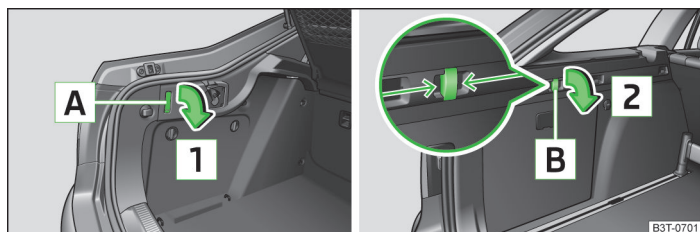

Fig. 83 Gancho plegable: Superb / Superb Combi
- Superb: presionar la parte inferior del gancho y plegarlo hacia abajo en dirección de la flecha » fig. 83.
- Superb Combi: agarrar el gancho en el sentido de la flecha y en dicho sentido plegarlo hacia abajo » fig. 83.